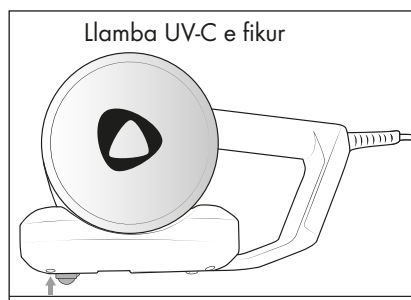

Fig. 2
Nëse rrotulluesit me çelësat e sigurisë ⑧ humbasin kontaktin me sipërfaqen, aktivizohet fikja automatike dhe llamba UV-C ⑪ ndalon së ndriçuari (Fig. 2 dhe 3).